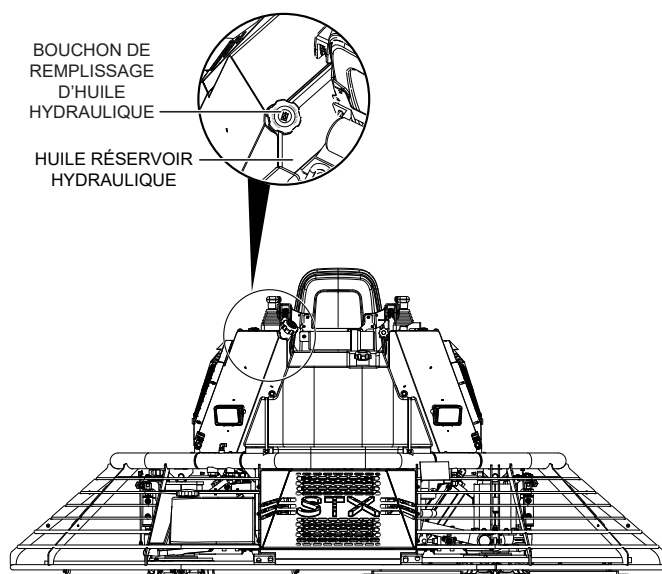

Figure 5. Vase d'expansion d'huile hydraulique
2. Inspecter visuellement le vase d'expansion d'huile hydraulique (Figure 5). Pour un fonctionnement normal, le niveau de liquide doit être visible lorsque le bouchon de remplissage est retiré.